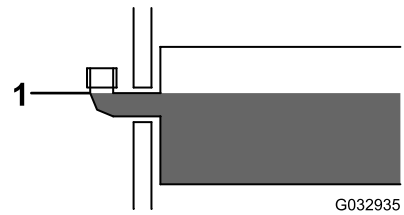

Bild 29
3. Nehmen Sie den Fülldeckel vom Hydraulikbehälter ab (Bild 29).
4. Füllen Sie den Behälter langsam bis zum Füllkrümmer mit Hochleistungshydrauliköl von BOSS (Bild 29).